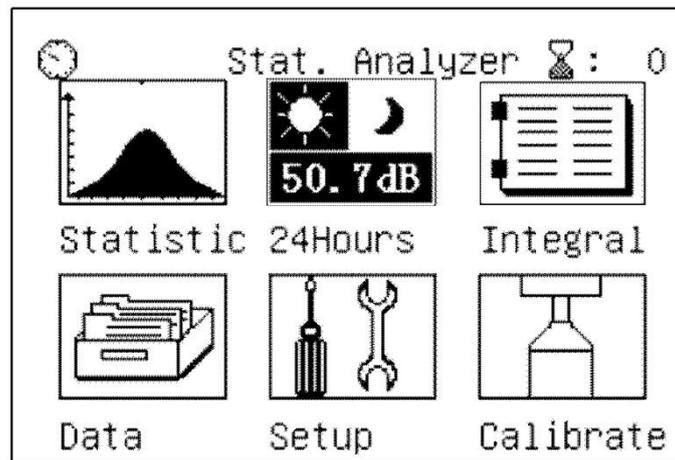

Fig. 14: Selecção da análise 24Hours
1. Seleccionar com os botões “” ou “” o ícone “24Hours” (ver Fig. 14) e confirmar com “”